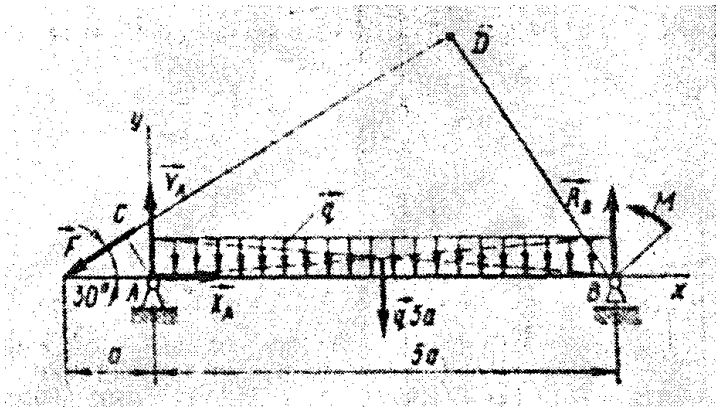

Рис.4.
**Пример 2.** Для балки, изображенной на рис.4 найти реакции опор, если  $F = 4 \text{ кН}$ ,  $M = 6 \text{ кН}\cdot\text{м}$ ,  $q = 0,8 \text{ кН/м}$ ,  $a = 1 \text{ м}$ .